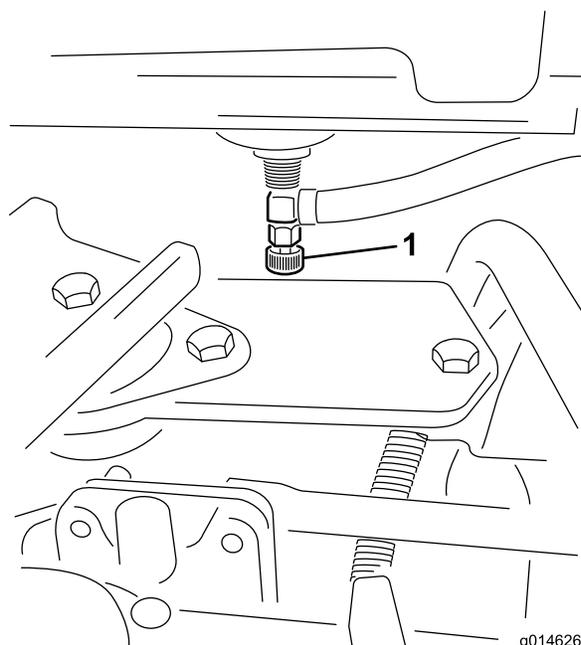

Рисунок 47
1. Закройте топливный запорный клапан, расположенный под топливным баком (Рисунок 47).